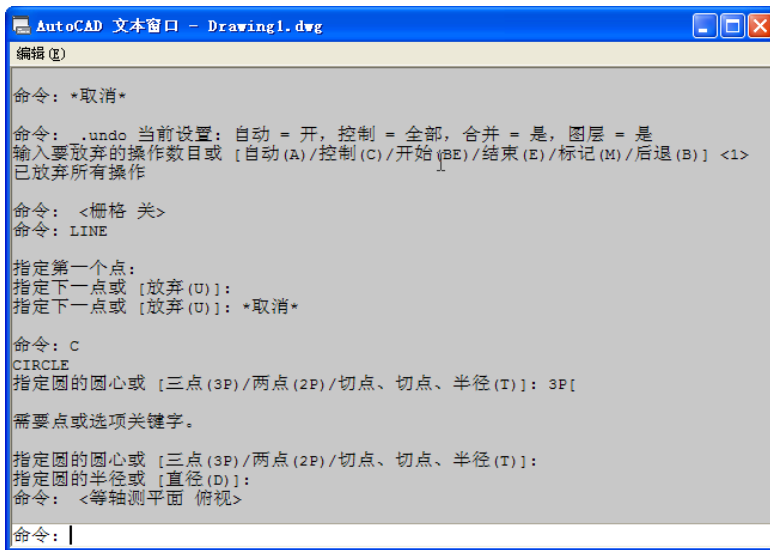

图 1-4 文本窗口
- (1) 移动拆分条，可以扩大与缩小命令窗口。
- (2) 可以拖动命令窗口，布置在屏幕上的其他位置。默认情况下布置在图形窗口下方。
- (3) 对当前命令窗口中输入的内容，可以按 F2 键用文本编辑的方法进行编辑，如图 1-4 所示。AutoCAD 文本窗口和命令窗口相似，它可以显示当前 AutoCAD 进程中命令的输入和执行过程，在执行 AutoCAD 某些命令时，它会自动切换到文本窗口，列出有关信息。
- (4) AutoCAD 通过命令窗口，反馈各种信息，包括出错信息。因此，用户要时刻关注在命令窗口中出现的消息。